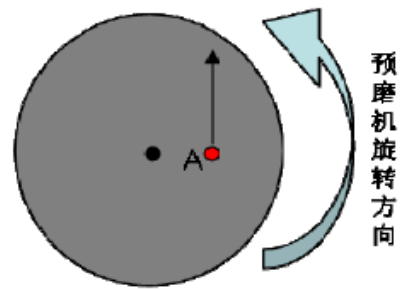

图 3 预磨机试样放置位置示意图
5. 样品放置在如图 3 所示位置附近用力持住并轻轻靠向砂纸，待试样与砂纸接触良好并无跳动时，可以用力压住试样进行磨制。当磨面平整、磨痕方向一致且完全消除上道次磨痕之后，本道次磨制结束，可依次换上从粗到细牌号水砂纸进行下道次预磨。